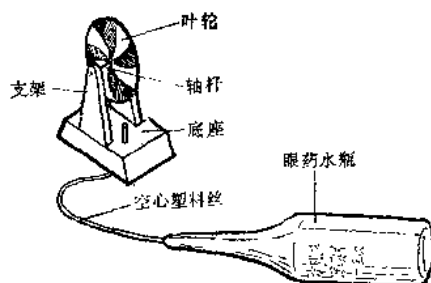

图 2-42
6. “水泵”。见图 2-42，需做同样的两个。在厚约 6 毫米的一块有机玻璃两面，各粘上一条薄有机玻璃小条。小条